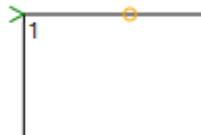

図 5.6.4b 基準点位置
操作方法：①図 5.6.4b に示す位置を例に、基準点位置を選択します。